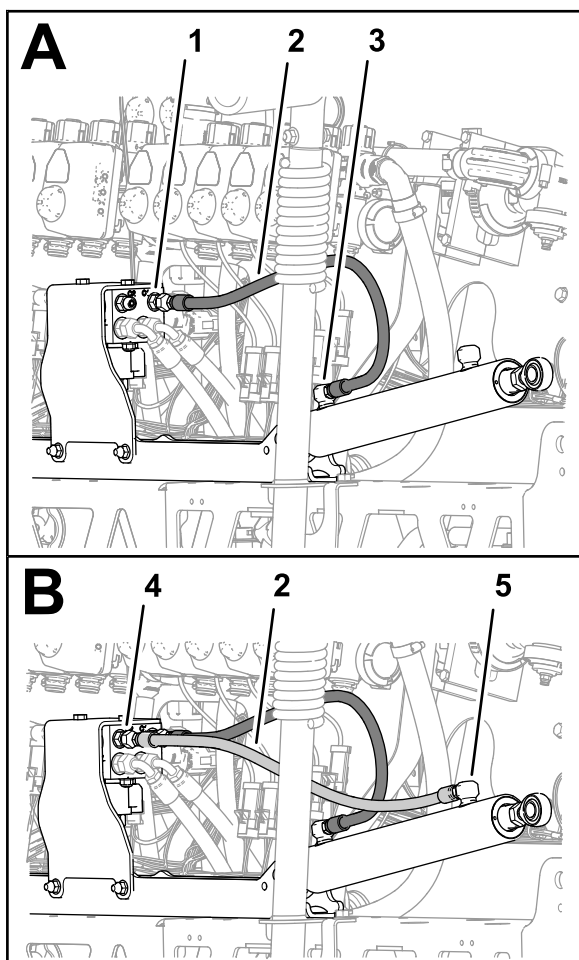

Figura 117
- Montate senza serrarlo un nuovo flessibile idraulico (1/4" x 24 3/4") tra il foro di estensione del cilindro di sollevamento di destra e il foro C1 del collettore di sollevamento delle barre (**Figura 117**).
4. Montate senza serrarlo un nuovo flessibile idraulico (1/4" x 24 3/4") tra il foro di ritrazione del cilindro di sollevamento di destra e il foro C2 del collettore di sollevamento delle barre (Figura 117).
5. Serrate i raccordi dei flessibili nei fori di estensione e ritrazione dei cilindri di sollevamento (Figura 116 e Figura 117) a 21 - 26 N·m.
6. Serrate i dadi orientabili dei flessibili nel collettore di sollevamento delle barre (Figura 116 e Figura 117) a 24 - 30 N·m.